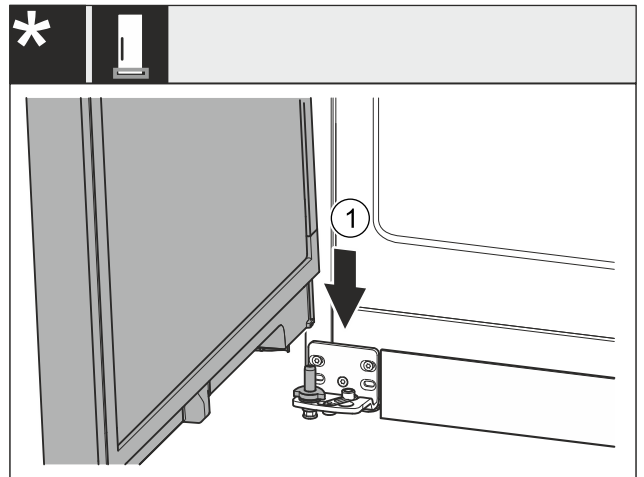

Fig. 44 *
- ▶ Tür von oben auf den unteren Lagerbolzen Fig. 44 (1) aufsetzen.*